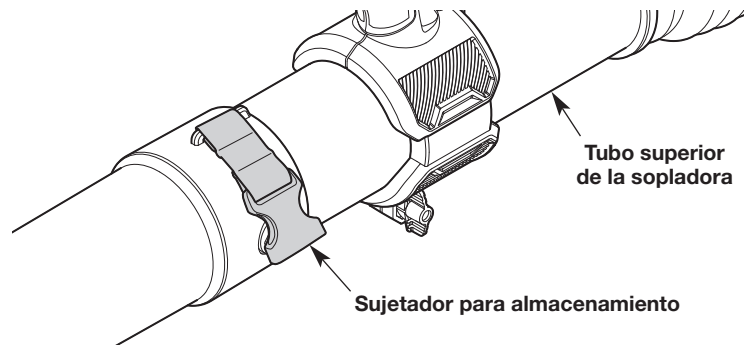

Fig. 18
2. Tome el sujetador para almacenamiento que está en el tubo superior de la sopladora con una mano (Fig. 18).